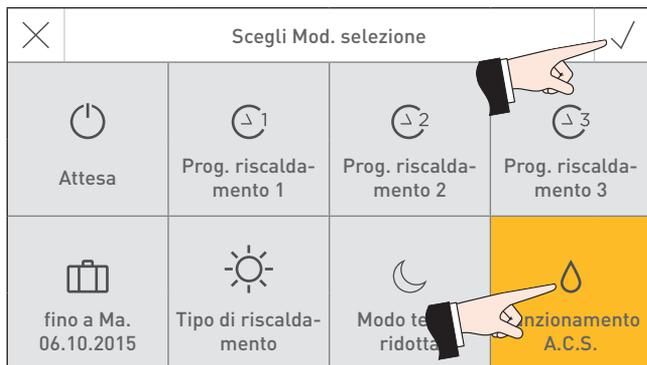

Fig. 16
- Selezionare la modalità selezione "Funzionamento A.C.S."  e confermare ✓ – Fig. 16.